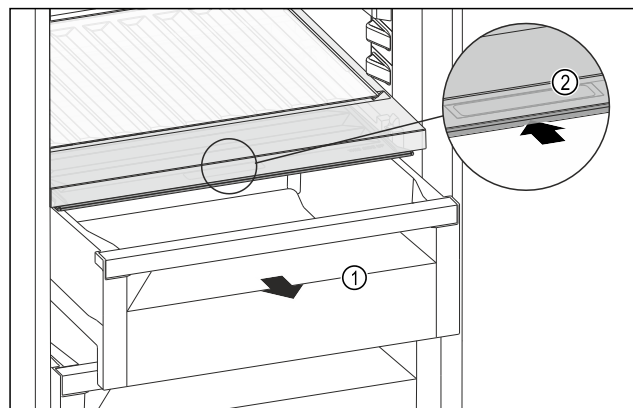

Fig. 181
- ▶ Schuifvak Fig. 181 (1) uittrekken.
- ▶ Greeplijst Fig. 181 (2) op het vakdeksel vastpakken en het vakdeksel gelijktijdig naar achteren schuiven.